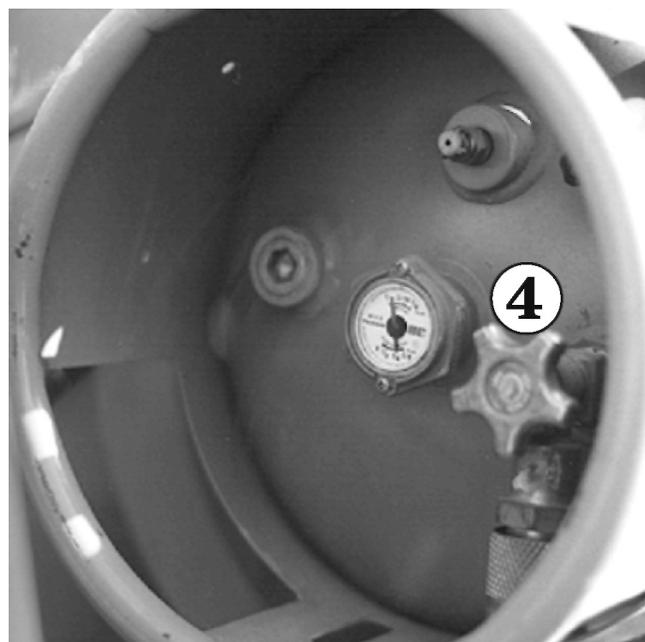

Abbildung 11.18
Öffnen Sie das Ventil ④ (siehe Abbildung 11.18) oben am Flüssiggastank vollständig (schrauben Sie es gegen den Uhrzeigersinn bis zum Anschlag).